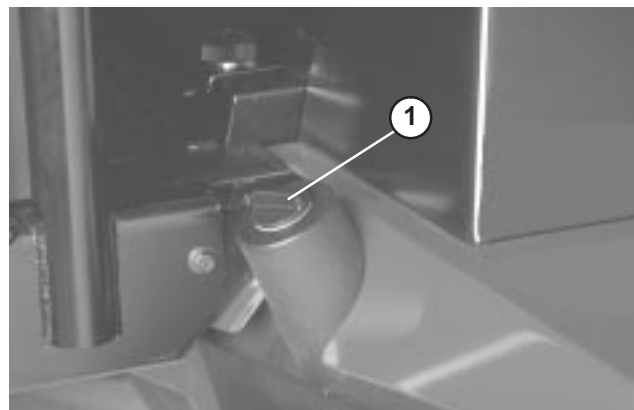

Figure 18
2. Nettoyez la surface autour du goulot de remplissage et du bouchon du réservoir hydraulique (Fig. 18). Enlevez le bouchon du goulot de remplissage.